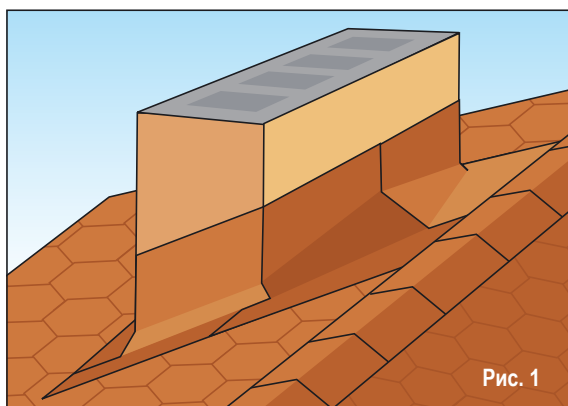

Рис. 1
- Чтобы вода не скапливалась позади дымохода, рекомендуется в настиле крыши создавать противонаклон в верхней части проникновения для широкого дымохода или набора воздуховодов (Рис. 1).